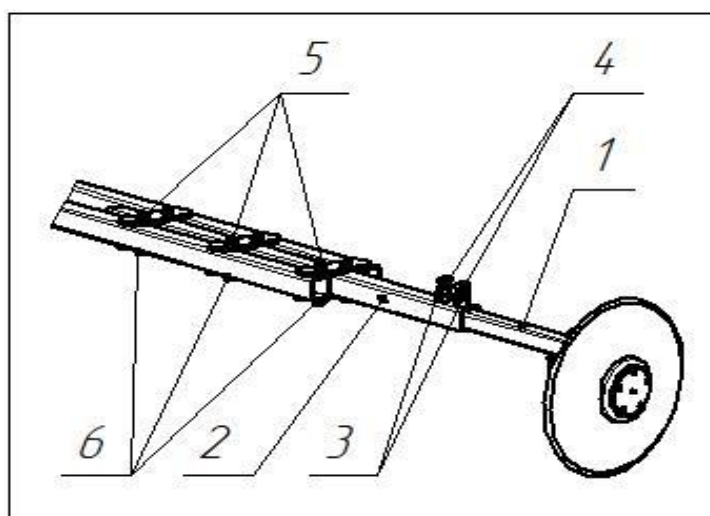

Рисунок 21. Регулировка длины маркера
5. Чтобы настроить длину маркера следует ослабить гайки и болты 4, 5, 6 и задвинуть или выдвинуть трубы 1 и 2 для получения нужной длины (рис. 21).